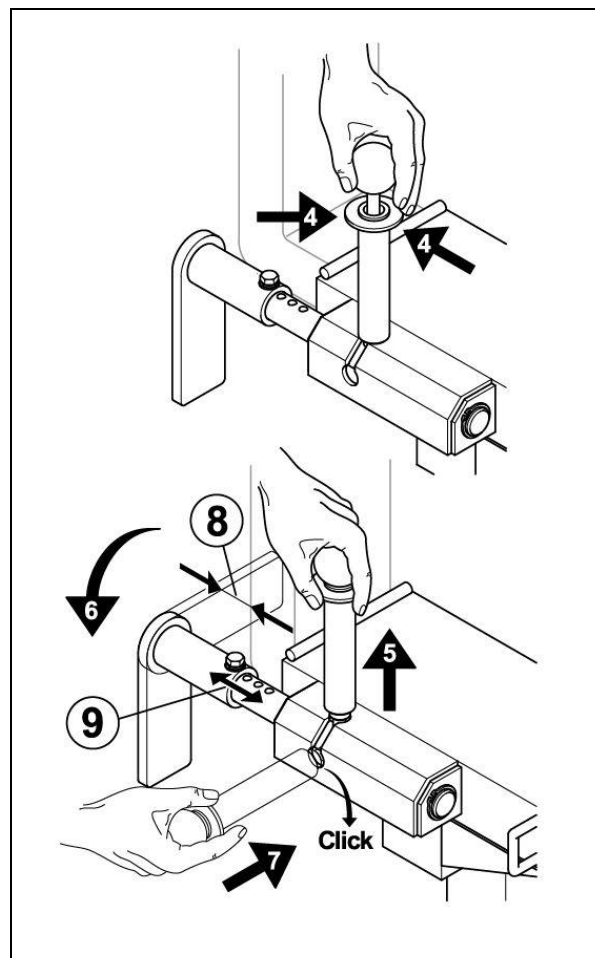

Fig. 4.5
- Régler l'écartement (1) des dents de fourche avant l'introduction dans le véhicule porteur !
- Les crochets de verrouillage doivent être dirigés vers le sol (2).
- Introduire les dents de fourche dans le logement (3).
- Déplacer les crochets de verrouillage (fig. 4.5), exécuter les étapes (flèche) 4 à 7.